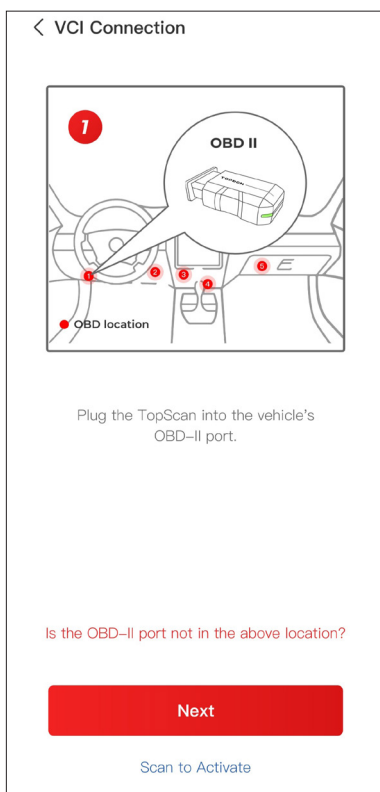

Figura 3-4
② Avvia il motore del veicolo come indicato sull'interfaccia guidata. Poi premi **Avanti** (vedi Figura 3-4).